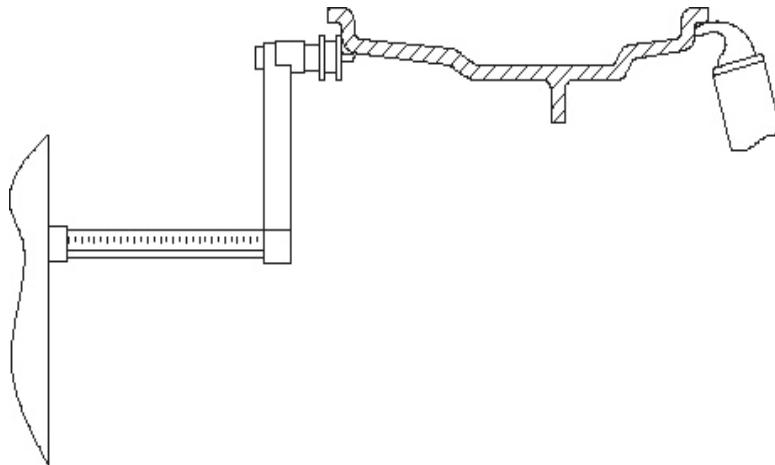

图 F3.6-STD, ALU1,2,3,4,5 模式下自动获取参数
- 2) 同时拉出两个测量尺并将它们停留在如图 F3.6 所示的位置上；
- 2) 拉出距离 / 直径尺如图 F3.6 抵住轮辋边缘；